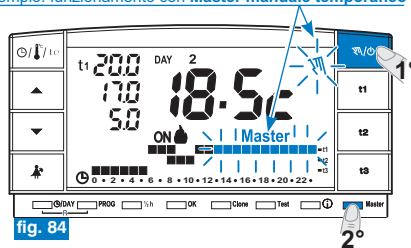

fig. 84
- Sul cronotermostato MASTER premere brevemente il tasto “” per entrare in funzionamento manuale temporaneo; appare lampeggiante il simbolo “” (vedere dettagli al paragrafo 7.1 punto A) (esempio in fig. 84). Premere brevemente il tasto “**Master**”: sul display si accende fissa la scritta **Master**.